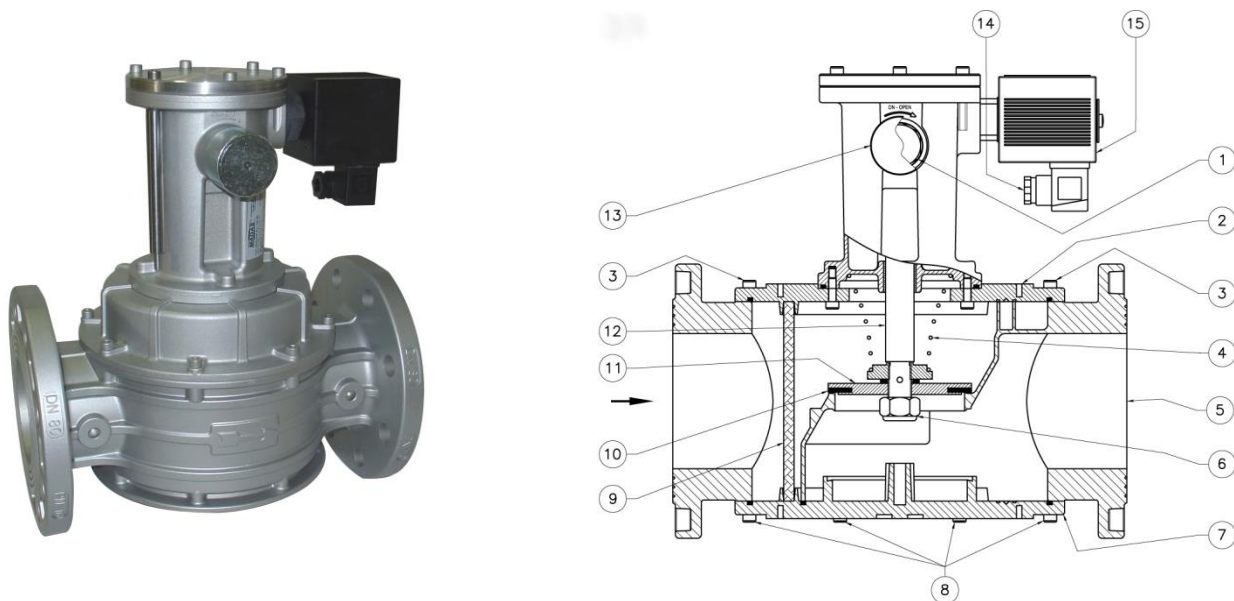

Рис. 3
Клапан (Рис. 3) состоит из: рукоятка механизма взвода (1); крышка (2); винты крепления крышки (3); пружина запирающего механизма (4); корпус (5); гайка самоконтрящаяся (6); нижняя панель (7); винты крепления нижней панели (8); фильтрующий элемент (9); уплотняющая прокладка (10); затвор (11); центральный шток (12); колпачок рукоятки взвода (13); электрический коннектор (14); соленоид (15).